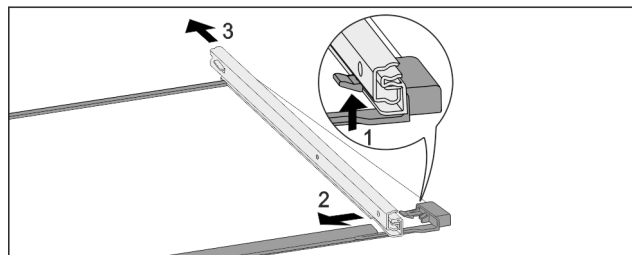

Fig. 244 Стеклянная пластина с направляющими
- ▶ Отожмите передний стопорный крючок вверх. Fig. 244 (1)
- ▶ Сдвиньте выдвижную направляющую в сторону Fig. 244 (2) и назад Fig. 244 (3).